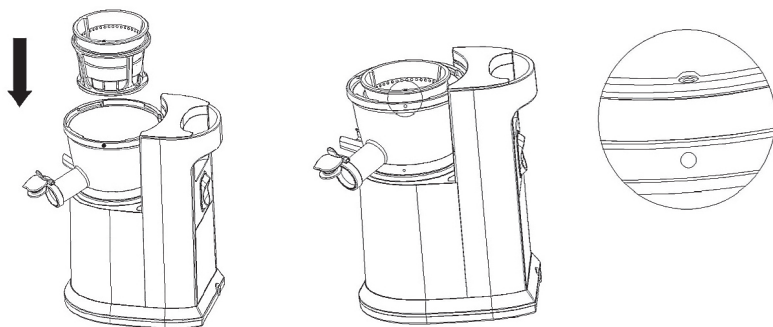

Rys. 1
1. Umieścić misę w korpusie. (Rysunek 1)